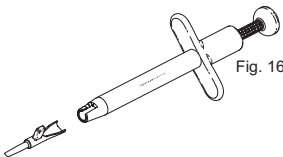

Fig. 16
1. Faire coulisser la cartouche dans la partie avant de l'injecteur et bloquer la languette verticale dans le logement prévu à cet effet. (Fig. 16 et 17)